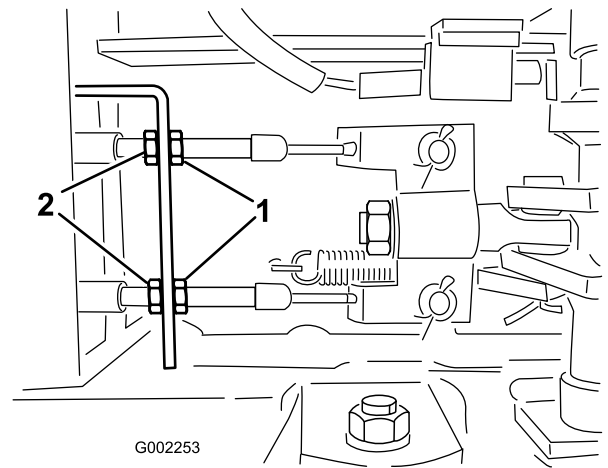

図 84
5. ブレーキケーブルの車両前端側にある前ナットをゆるめる (図 84)。
6. 後ナットを均等に締めて、ブレーキペダルの遊びを 10-20 mm に調整する 図 84。